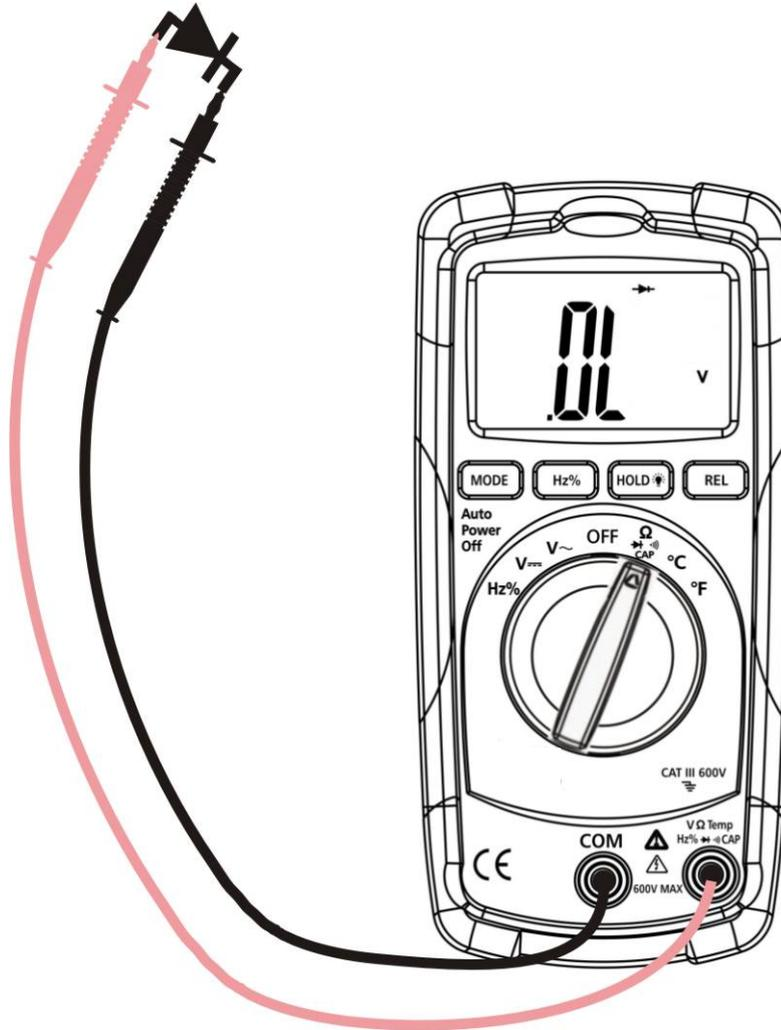

Fig. 5: Uso del instrumento en Prueba de Diodos
3. Inserte las puntas de prueba en los terminales, la punta roja en el terminal **V Ω Temp Hz % CAP $\rightarrow |$** y la punta negra en el terminal **COM** (ver Fig. 5)
4. Conecte las dos puntas de prueba en el diodo a medir respetando la polaridad indicada en la Fig. 5. El valor de la tensión de umbral en polarización directa será visualizado
6. Si aparece el símbolo "**O.L.**" los terminales del diodo está invertidos respecto a la Fig. 5, o bien la unión P-N del diodo está dañada